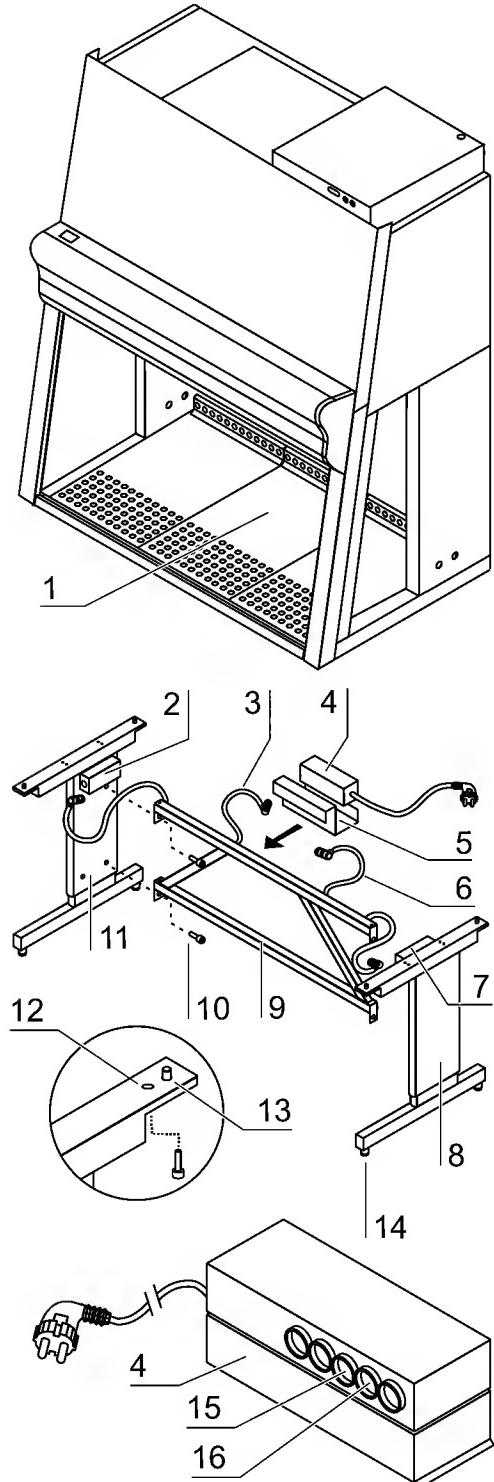

Abb. 1
Fig. 1: Le chassis réglable en hauteur peut être réglé dans une plage de 680 - 880 mm. Les deux éléments latéraux [6] disposent d'un entraînement à moteur électrique [2] commandé par la commande synchronique [4].
1. **Fig. 1:** Visser les deux éléments latéraux [8] et [11] à l'aide des vis [10] sur la barre transversale [9].